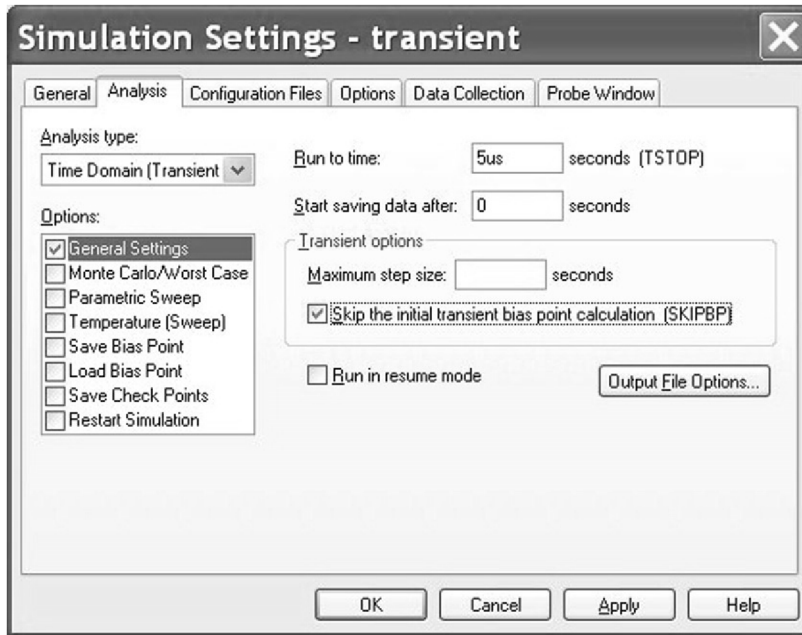

图 12.5 选择 Skip the initial transient bias point calculation 选项
6. 按照本书第 7 章练习 2 中的具体操作，利用 special 元件库中 IC1 元件把  $t=0\text{s}$  时刻电容的初始电压值设置为 0V。如图 12.5 所示，同时选定 **Skip the initial transient bias point calculation** 选项，然后对电路进行仿真分析。